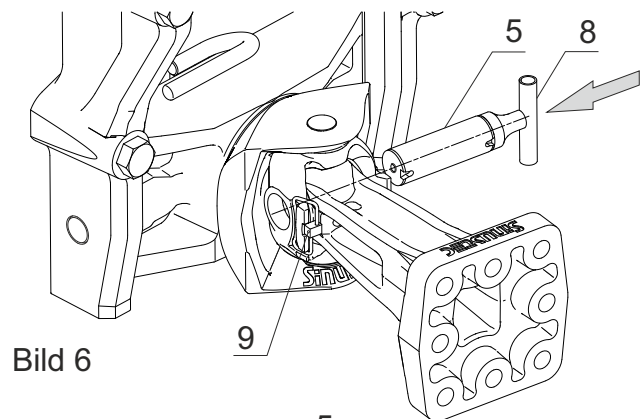

Bild 6
4.1.3 Anschlagbolzen (7) entfernen und einen Klappsplint (9) auf der kupplungszugewandten Seite montieren. Montage-Handgriff (8) auf einer Seite des Kupplungsbolzens (5) einschrauben und Kupplungsbolzen abstecken. [Bild 6 u 7]